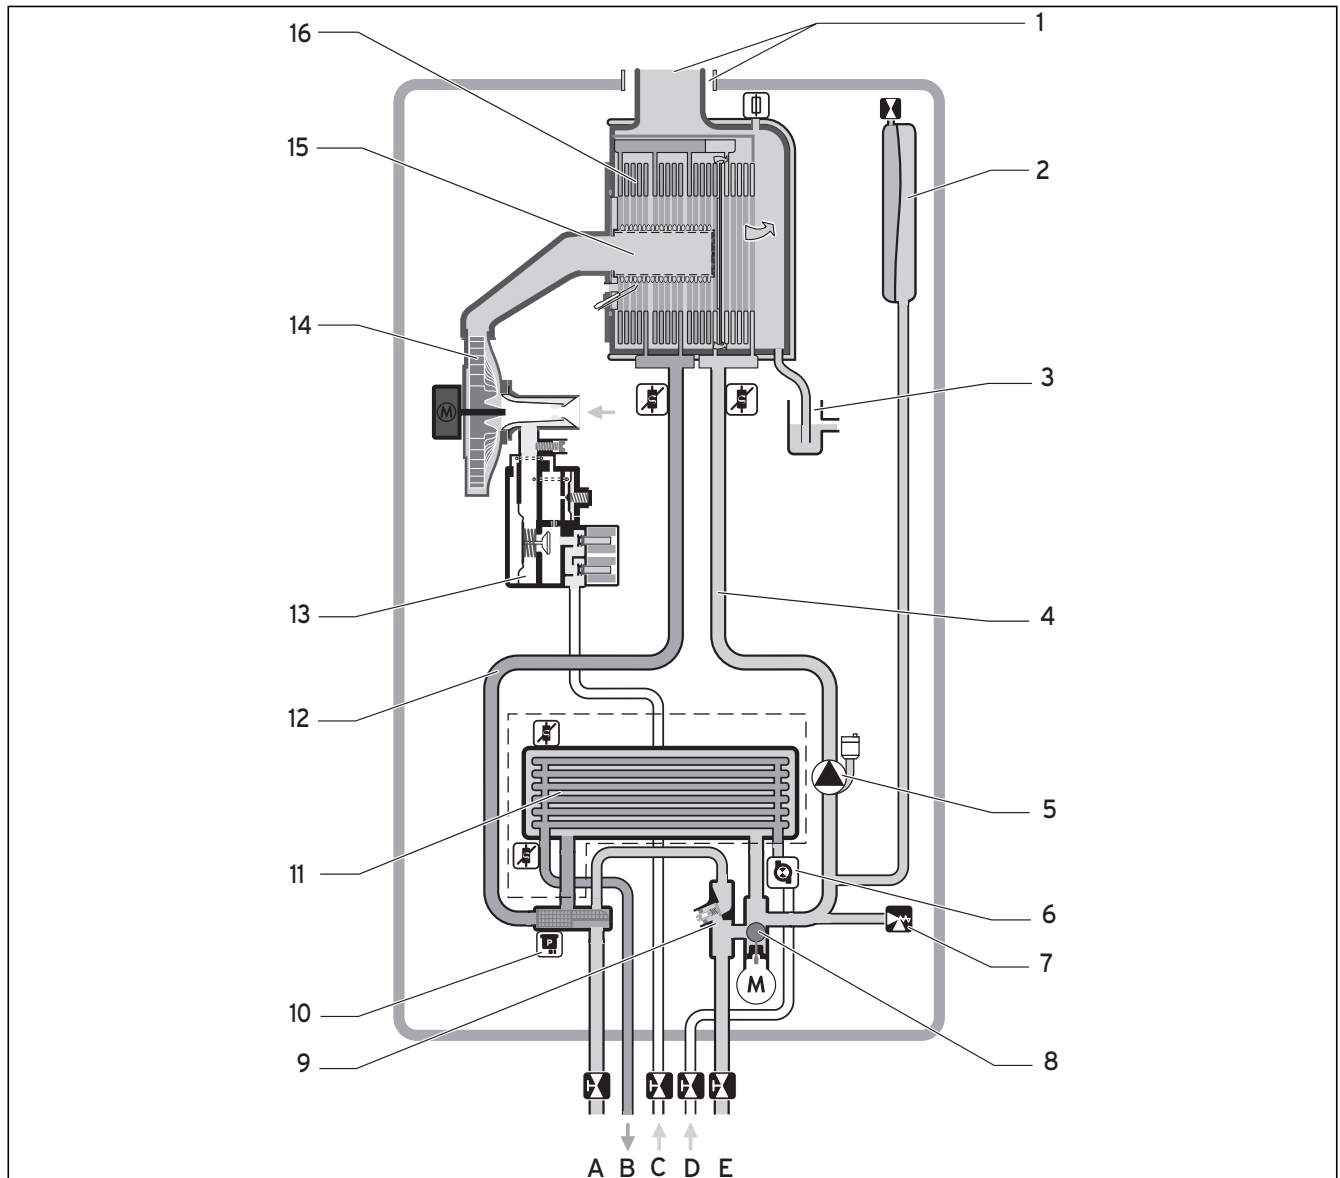

Abb. 4.1 Funktionsschema ecoTEC plus VCW-Gerät
Bei einem Durchfluss von mehr als 1,5 l/min geht das Gerät in Betrieb. Das Vorrangumschaltventil (8) geht in die untere Position (wie in Abb. 4.1) und öffnet den Rücklauf des Warmwasserwärmetauschers, gleichzeitig wird der Heizungs-Rücklauf verschlossen.